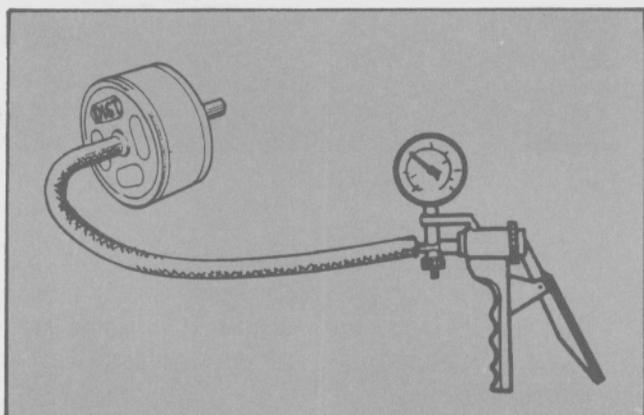

Fig. 22 - Prueba de la válvula de retención.
- Conectar la herramienta T80A-10662-BAS en la salida de la válvula de retención (marcada con la palabra "DIST") y aplicar 50 cm Hg (20 pulg Hg) de vacío (Fig. 22). Tomar el lapso de tiempo transcurrido hasta que la aguja de la vacuobomba llegue a 0. Ese tiempo debe estar comprendido aproximadamente entre 30 y 40 segundos, caso contrario reemplazar la válvula.